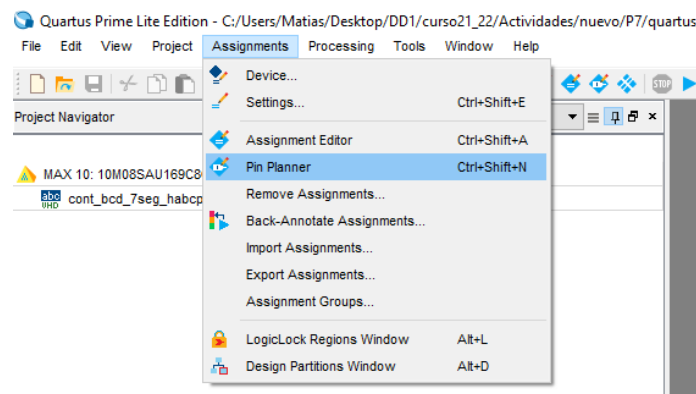

Figura 14: Acceso al *Pin Planner* desde el menú de asignaciones
1. Seleccione la entrada “Pin Planner” del menú “Assignments” (Figura 14).